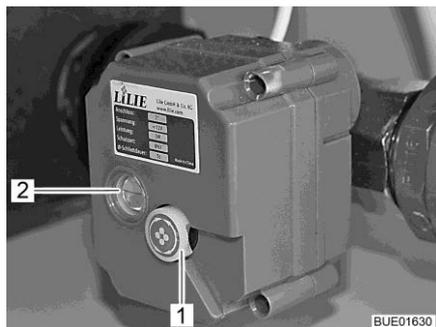

Fig. 198 Llave de desagüe de accionamiento eléctrico
Una línea roja en la ventana (Fig. 198,2) de la llave de desagüe de accionamiento eléctrico indica la posición de la llave:
- Tirar la ruedecilla (Fig. 198,1) en la llave de desagüe de accionamiento eléctrico hacia el exterior y girarla (cualquier sentido de rotación).